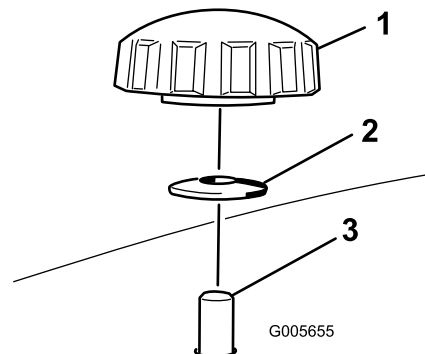

Figura 28
4. Retire los 2 pomos y las arandelas curvas que sujetan el deflector derecho al cortacésped (Figura 28).
5. Retire el deflector derecho y baje el deflector de hierba sobre el orificio de descarga, según se muestra en Figura 28 y Figura 29.
5. Coloque el deflector derecho debajo de la carcasa de corte y fíjelo usando 2 pomos y las arandelas curvas (cara ahuecada hacia el cortacésped) según se muestra en Figura 28 y Figura 29.